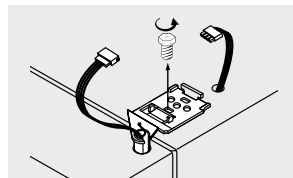

Figura 6
- Gire 3-4 veces en sentido contrario a las manecillas del reloj el tornillo de la bisagra superior. Desconecte los cables. (Figura 6)